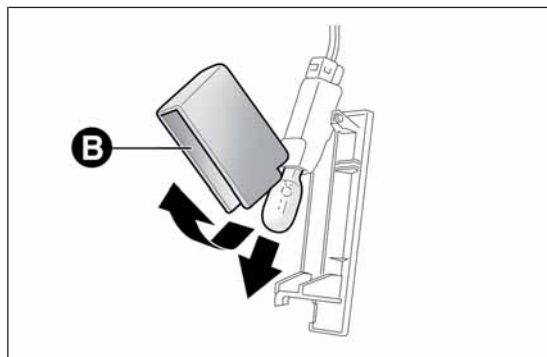

fig. 145
- apri la protezione B fig. 145 e sostituisci la lampada;